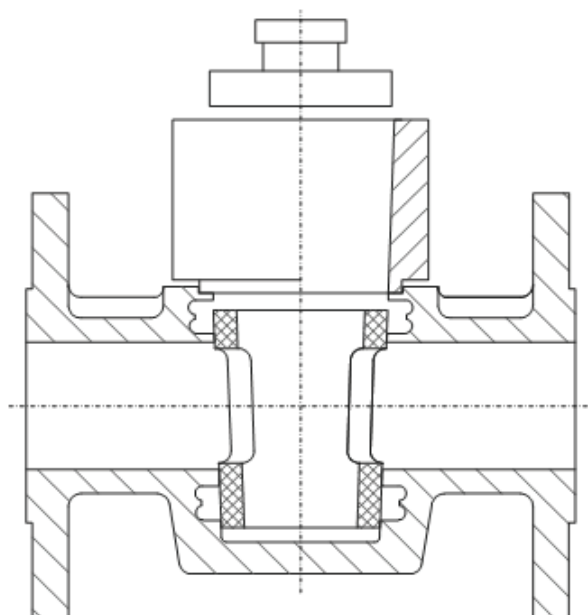

Fig. 3
4. Réinstallation du manchon (fig. 3 + 4)
Chauffer le manchon recouvert à 90 °C pendant 30 min. Monter la bague de chargement sur l'alésage central du couvercle. Installer le manchon non recouvert légèrement décalé dans la bague de chargement de manière à ce que le manchon puisse s'adapter aux nervures verticales. Appuyer sur le manchon vers le bas au moyen des pièces de contact sous les nervures sur le port supérieur du carter (fig. 3 + 4).